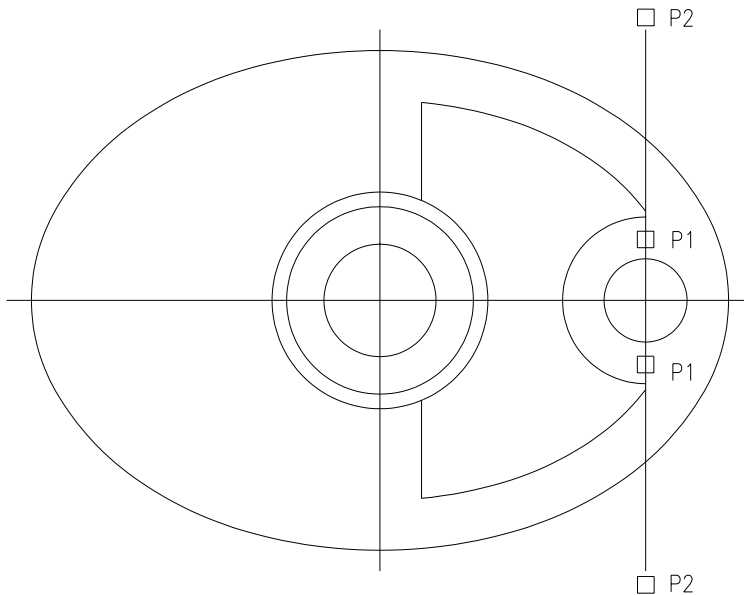

Fig. 3.15
5. Se vor „rețea” capetele unor entități pentru a putea realiza în mod corespunzător racordările. În fig. 3.15, este ilustrat rezultatul acestor operații aplicând comanda *TRIM*. De asemenea, se vor ajusta capetele liniei de axă a cercului de diametru 10 folosind comanda *BREAK*.